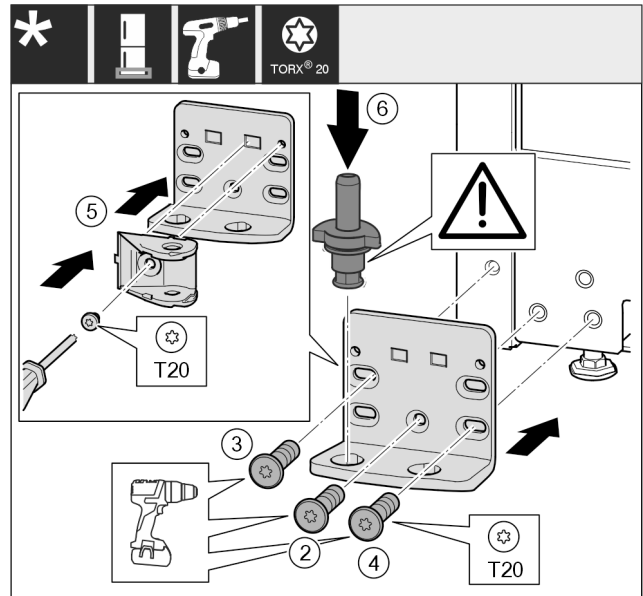

Fig. 19
- Установите опорный кронштейн с другой стороны и прикрутите с помощью отвертки T20. Начинайте с винта 2 снизу в центре. Fig. 19 (2)
- Затяните винты 3 и 4. Fig. 19 (3,4)